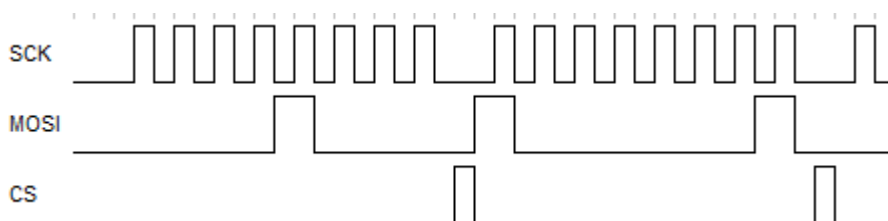

图 2 SPI 波形示例图
12、SPI 是串行外设接口 (Serial Peripheral Interface) 的缩写, 以主从方式工作, 由于其简单易用的特性, 如今越来越多的芯片集成了这种通信协议。用某示波器测出的 SPI 波形图如图 2 所示, 其表示 MOSI 发送的前 2 个数据分别是 0X81, 0x08